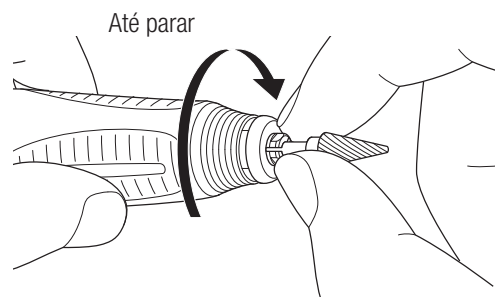

Fig. 10
- 3) Rode o sistema de fixação no sentido dos ponteiros do relógio com o dedo até parar (Fig. 10).